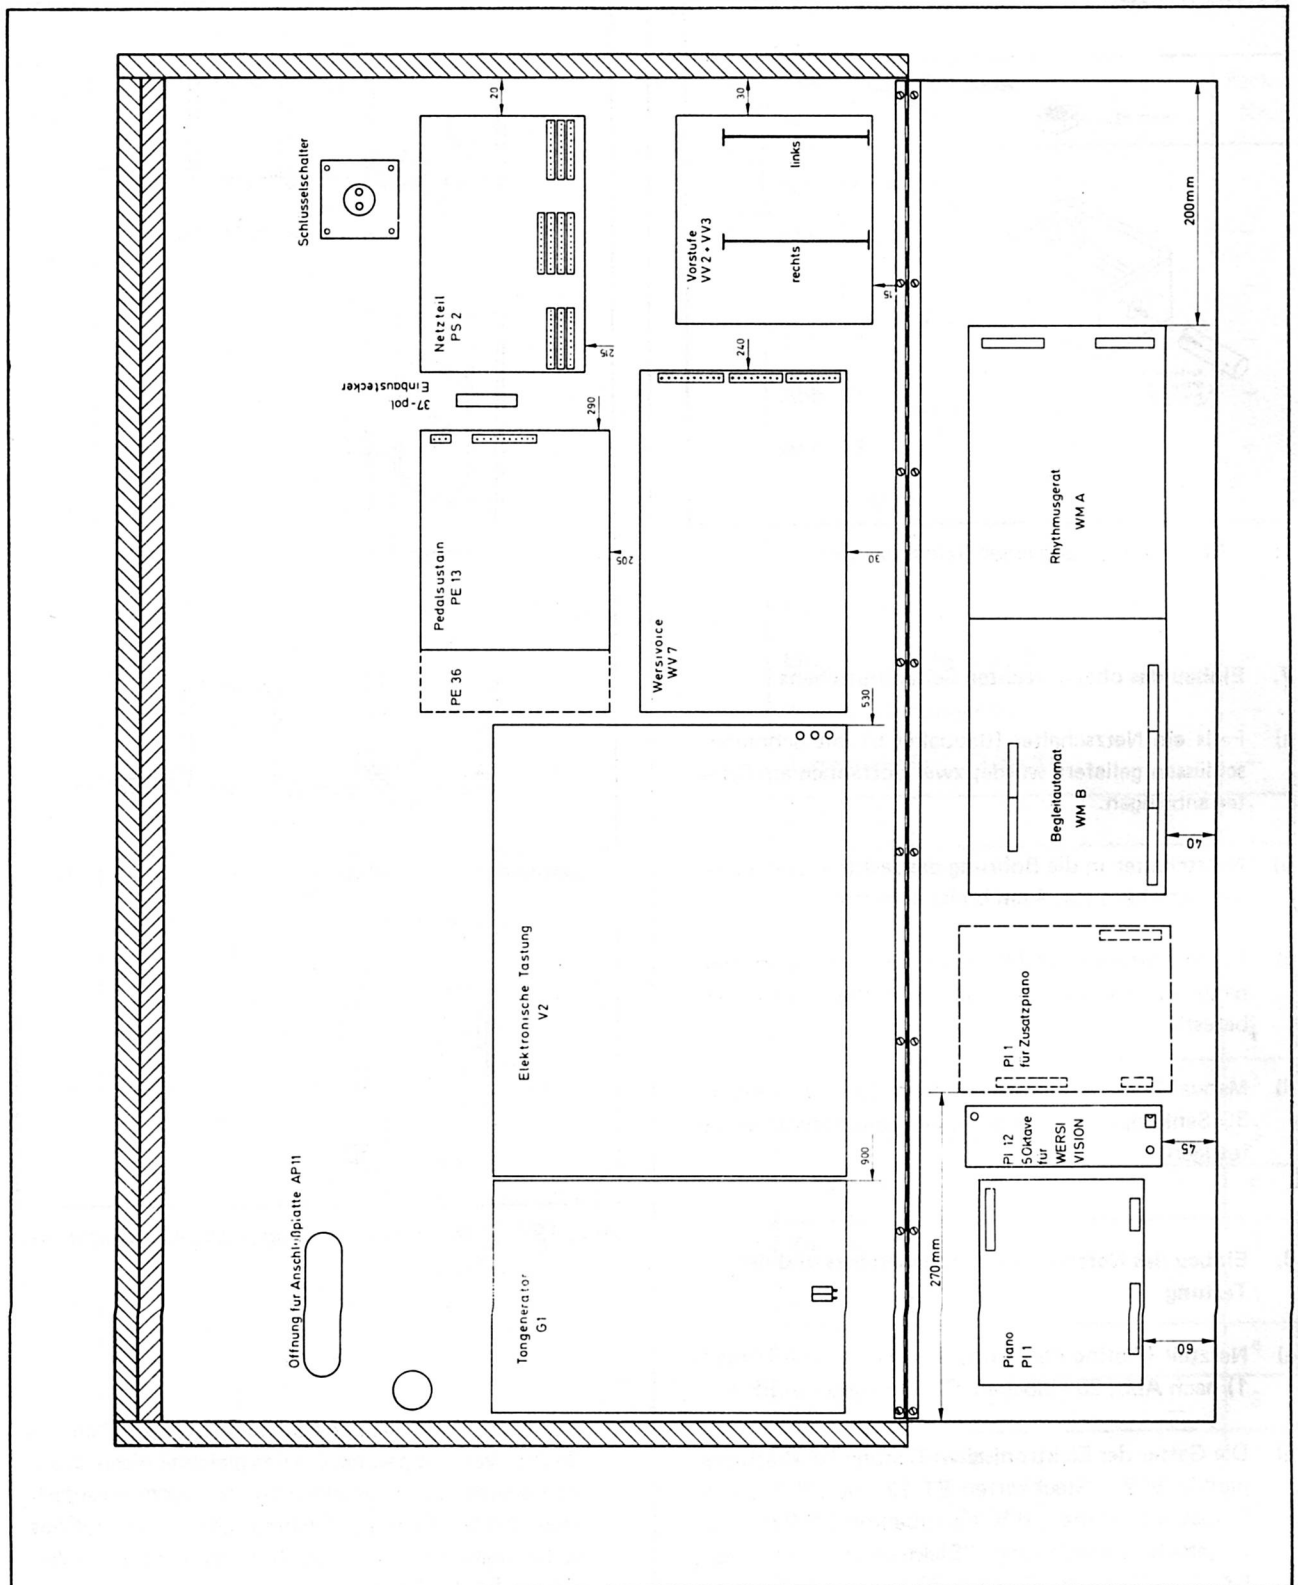

Abb. 20: Lage der Baugruppen auf dem Boden des Gehäuse-Obertteils
- Netzteil (Platine PS 2) und Tongenerator (Platine G 1) nach Abb. 20 einbauen. Platinenhalter in BP 1.
- c) Den ganzen Block nach Abb. 20 in die Orgel einsetzen und die Schaltersteckkarten G 2 auf den Tongenerator aufstecken. (Falls Sie ein zweites Piano vorsehen, zweckmäßig die erforderlichen Dioden auf den Schaltersteckkarten G 2 für das UM jetzt schon bestücken.)